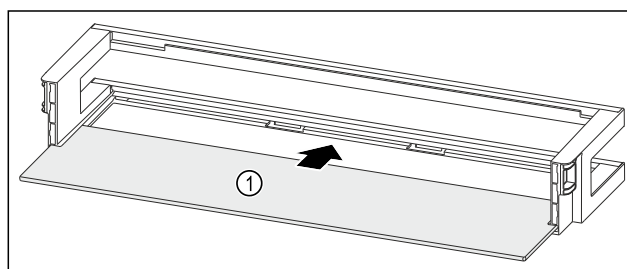

Fig. 87 Vratna polica z odlagalno polico
- ▶ Odlagalno polico Fig. 87 (1) vstavite v stranske utore.